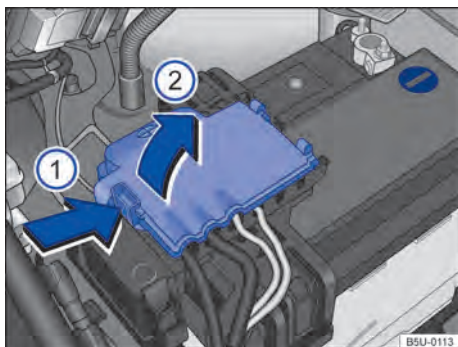

Fig. 197 Compartimento do motor: acesso ao terminal positivo da bateria.
- Abrir a cobertura do polo positivo. Para abrir pressionar a trava no sentido da seta → Fig. 197 (1), rebater a cobertura para o lado no sentido da seta (2).